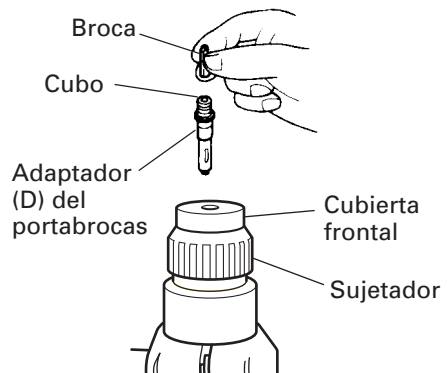

Fig. 9
4. Cuando coloque tornillos para metal (Fig. 9)
- No intente emplear la perforadora de percusión en la función de rotación y golpeteo con el adaptador de portabroca (D) y la broca instalados.
5. Atornillando tornillos para madera (Fig. 9)